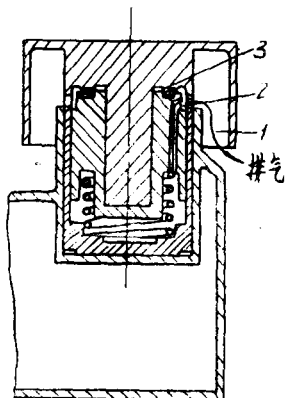
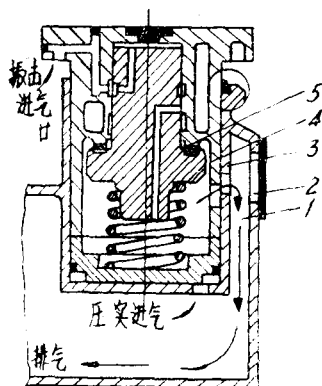

图2-3a 老式振击机构
图2-3b ARPA造型机的振击机构
(1) 老式的振击机构中，振击工作台是在砧铁里导向见图2-3a，而 ARPA 的振击机
构中振击工作台直接在坚固的机架上导向见图2-3b。
(2) 老式的振击机构中, 撞击面和缓冲垫图2-3a中3 只有钟罩图2-3a中1 保护, 在机器上部, 直接与外界相通。而 ARPA 造型机的振击机构中, 撞击面在造型机机体里面见图2-3b中5), 不是直接与外界相通。
(3) 老式振击机构的排气是直接排到大气中见图2-3a, ARPA 振击机构排气是排在机体内部空腔里见图2-3b。
① 电机机壳 (砂箱尺寸 $500 \times 400 \times 200/200$ 毫米), 由于散热片之间型砂较难起模, 以往常用漏模方法, 改用 ARPA-300 型造型机后, 可以用顶杆起模获得合格铸型。
② 主变速箱体 (砂箱尺寸 $500 \times 400 \times 150/200$ 毫米), 由于有较高的吊砂, 用 ARPA-300 造型机后, 可用顶杆起模代替翻转起模。
(2) 由于振击机构在机体内部, 与旧结构相比, 现在只留下一个外部密封面, 而该密封面又采用了一个刮尘圈见图2-3b, 防止了砂子侵入, 所以减少了零件的磨损, 降低了设备维修的要求。例如在一个自动化造型车间, 使用此种机器, 造了五十万个铸型, 相当于设备两班运转一年, 还难于发现设备的磨损。